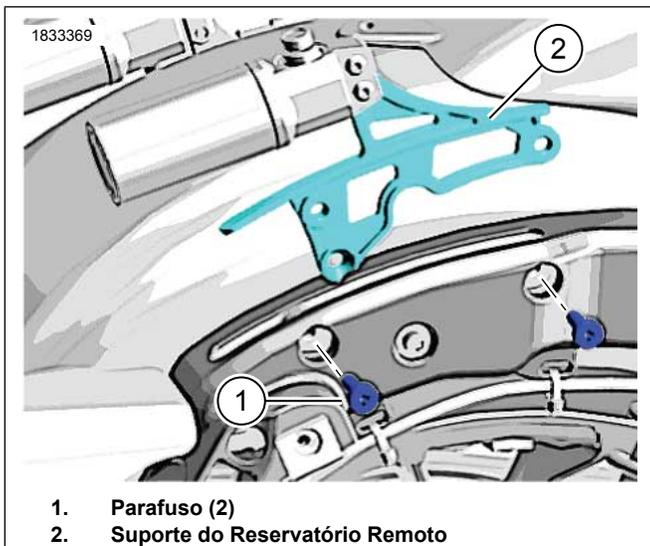

Figura 2. Remover o Suporte Remoto do Reservatório
1. Ver a Figura 2. Remover os parafusos (1). Elimine.
2. Remover o Equipamento original (OE) suporte remoto do reservatório (2).